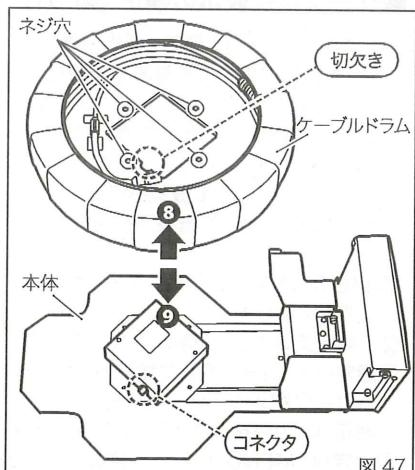

図 47
- ⑥接続コネクターを外します。
⑦ケーブルドラムを固定しているねじ（座金組込み十字穴付きなべ小ネジ M4x12）4個を外します。
⑧仮止めテープを外し、ケーブルドラムを上方向にゆっくりと持ち上げ、本体から外します。
- ⑨ケーブルドラムを外した本体に、本品を仮置きします。仮置きする際には、中央部のコネクターとケーブルドラム側の切欠き部分の位置を合わせます。（図 47）